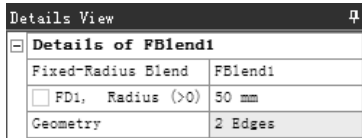

图 3.3.34 “Details View” 对话框
- 步骤 02** 选择命令。选择 **Create** → **Fixed Radius Blend** 命令，弹出图 3.3.34 所示的 “Details View” 对话框。